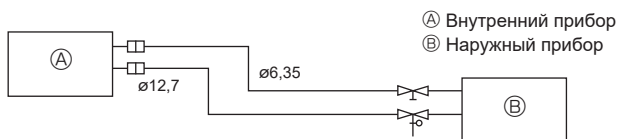

Fig. 5-2
(1) В таблице ниже приводятся технические характеристики труб, имеющихся в продаже. (Fig. 5-2)